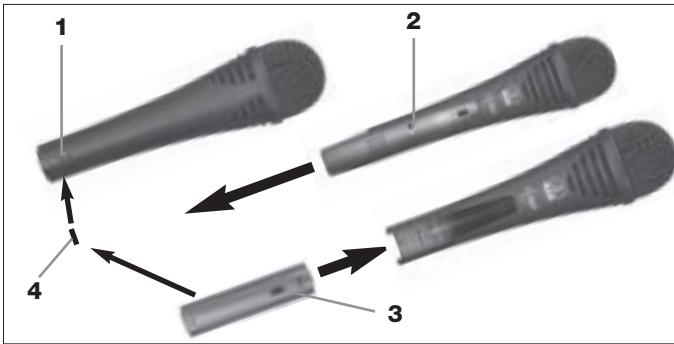

Fig. 8: Come smontare il modulo di trasmissione
- Vedi fig. 8.
1. Inserite una biro, un piccolo cacciavite o un altro oggetto appuntito nell'apertura (1) disposta nel gambo microfonico e premete verso l'interno del microfono. Il modulo di trasmissione (2) viene sbloccato ed esce per circa 2 mm dal gambo microfonico.
2. Sfilate il modulo di trasmissione (2) dal microfono.
3. Girate la vite di fissaggio (4) fin quando esce dal modulo ad innesto XLR (3).
4. Infilate il modulo ad innesto XLR (3) nel gambo microfonico fino all'arresto.
5. Fissate il modulo ad innesto XLR (3) serrando bene la vite di fissaggio (4).